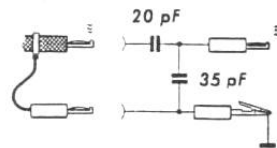

Abb. 5
- Künstliche Antenne für Abgleich- und Empfindlichkeitsmessungen verwenden gemäß Abb. 5.
**Hinweis:** Bei dem Meßsender der Fa. Neuwirth Type EP 104 A oder EP 104 B entfällt die zusätzliche künstliche Antenne nach Abb. 5, wenn für diesen Meßsender eine aufsteckbare künstliche Antenne vorhanden ist.